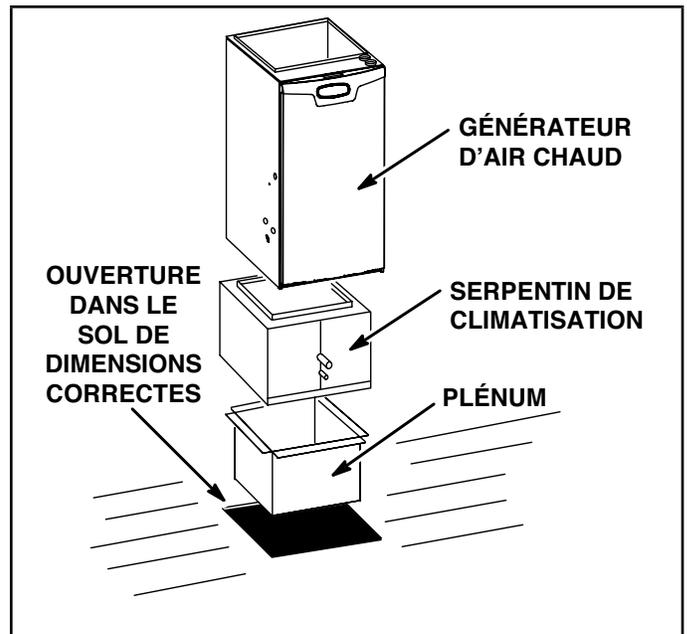

FIGURE 16
**Installation sur une enceinte de climatisation FIGURE 16**